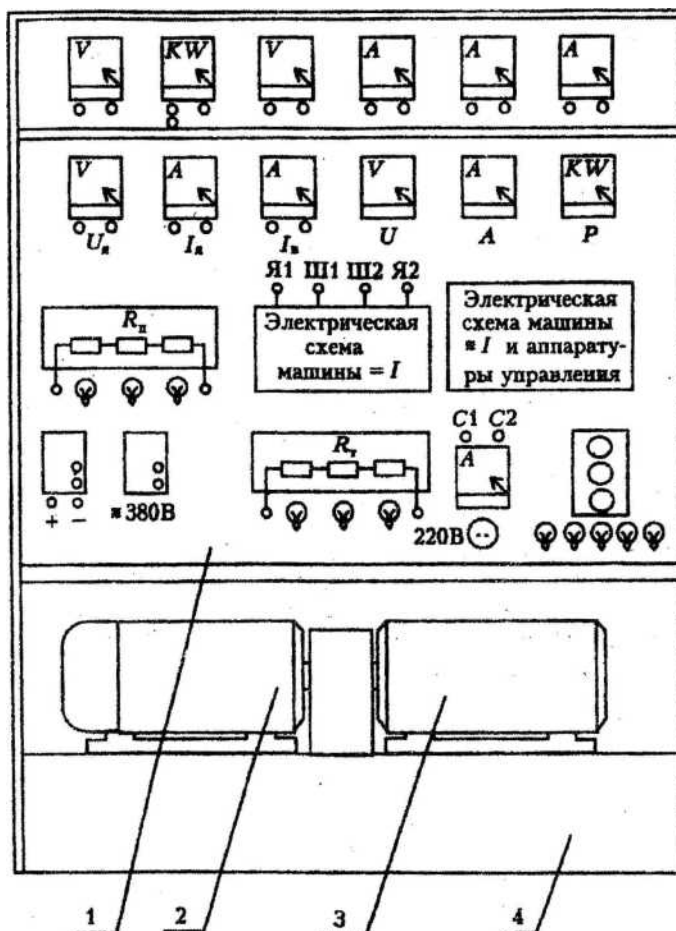

Рис. 6. Лабораторный стенд «Электрические машины»
Стенд «Электрические машины» (рис. 6) предназначен для исследования режимов работы электрических машин постоянного и переменного тока, а также однофазного трансформатора и включает в себя:
1.4. На лабораторном стенде «Электрические машины» (см. рис. 6 в разд.5) включить автоматический выключатель «~380 В». Пользуясь кнопочной станцией магнитного пускателя, запустить асинхронный двигатель сначала «Вперед», а затем «Назад»\*, фиксируя показания амперметра А, вольтметра V и ваттметра КW.